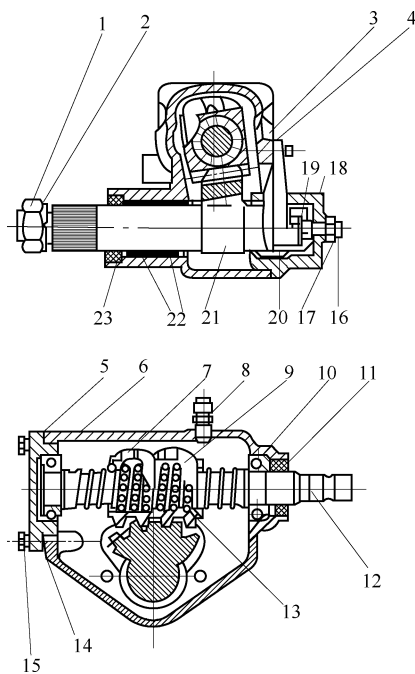

图 1-45 螺杆螺母循环球式转向器
(2) 螺杆螺母循环球式转向器 简称循环球式转向器，如图 1-45 所示。这种转向器一般有两级传动副，第 1 级是螺杆螺母循环球，因钢球夹入螺杆螺母之间，变滑动摩擦为滚动摩擦，提高了传动效率；第 2 级是齿条齿扇传动副。转向螺母